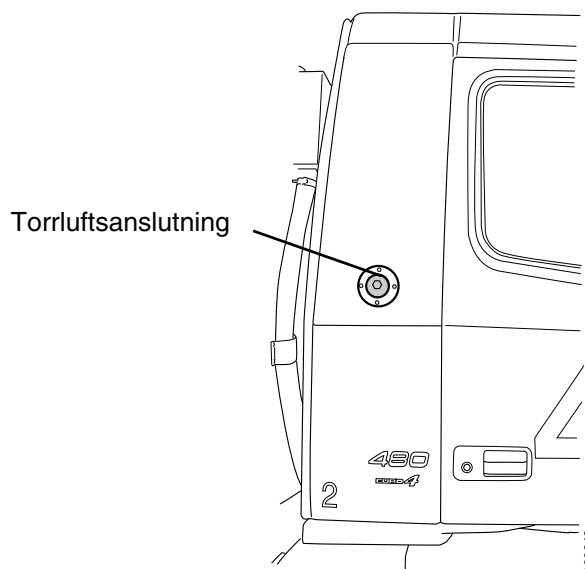

Bild 1. Placering torrluftsanslutning på hyttens högra sida
- 8 Anslut torrluftslangar till räddningsbilens tre torrluftsanslutningar, se bild 1 till 3.